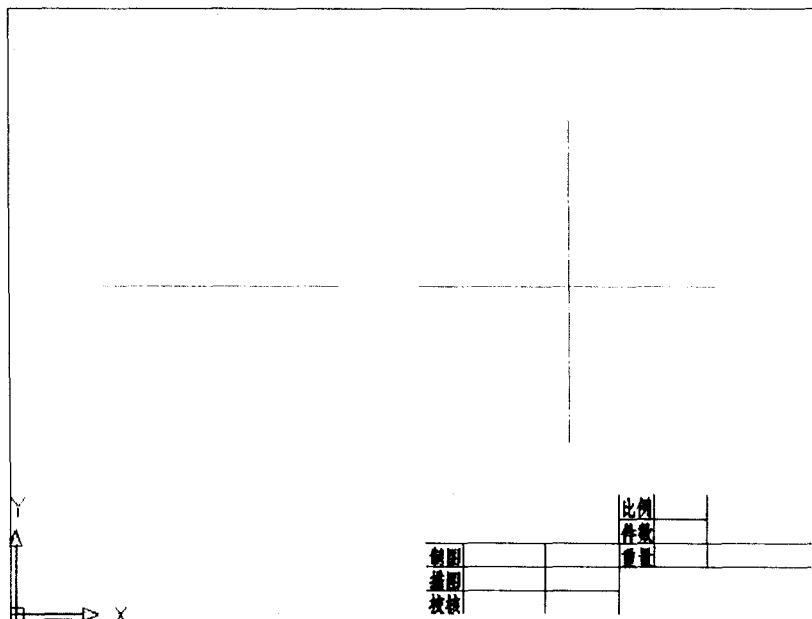

图 1-2
Step 2 图形布局。选择中心线图层 (05 层), 单击 按钮, 在图框中作直线, 如图 1-2 所示。